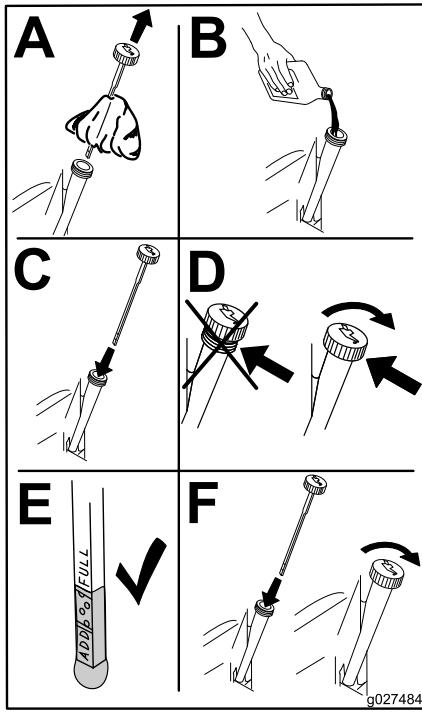

Figura 47
- Deite cerca de 80% do óleo especificado no tubo de enchimento e adicione lentamente o óleo adicional até chegar à marca **Cheio** (Figura 47).